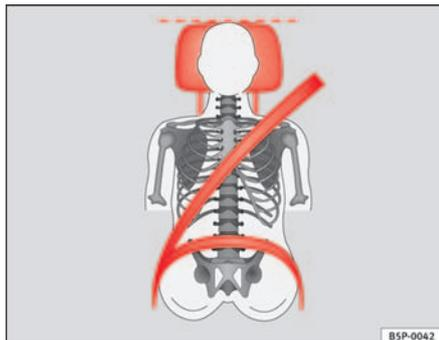

Fig. 13 Banda del cinturón y apoyacabezas ajustados correctamente, vistos de frente
- La banda del hombro debe pasar aproximadamente por el centro del mismo, pero nunca sobre el cuello. El cinturón de seguridad debe quedar plano y bien ceñido a la parte superior del cuerpo ⇒ fig. 13.